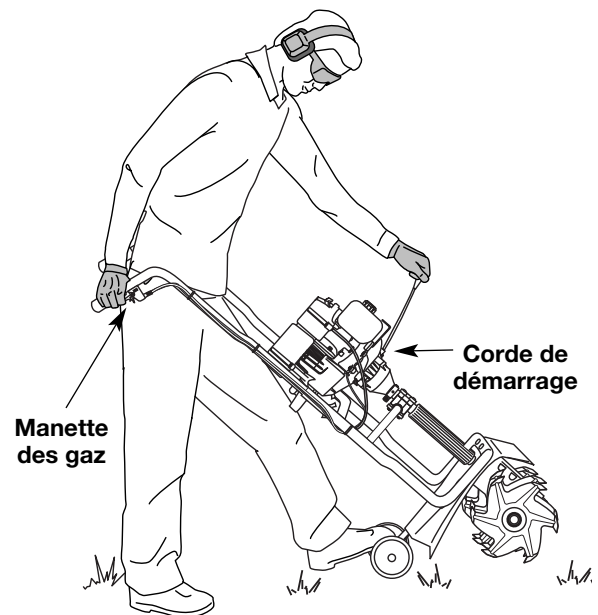

Fig. 8
AVERTISSEMENT: évitez tout démarrage accidentel. Tenez-vous en position de démarrage lorsque vous tirez sur la corde de démarrage (Fig. 8). L'opérateur et l'appareil doivent tous deux être en position stable pour éviter des blessures graves.
5. Tenez-vous entre les poignées et soutenez l'appareil en plaçant le pied gauche sur le support de roue et en tenant le guidon de la main droite (Fig. 8).